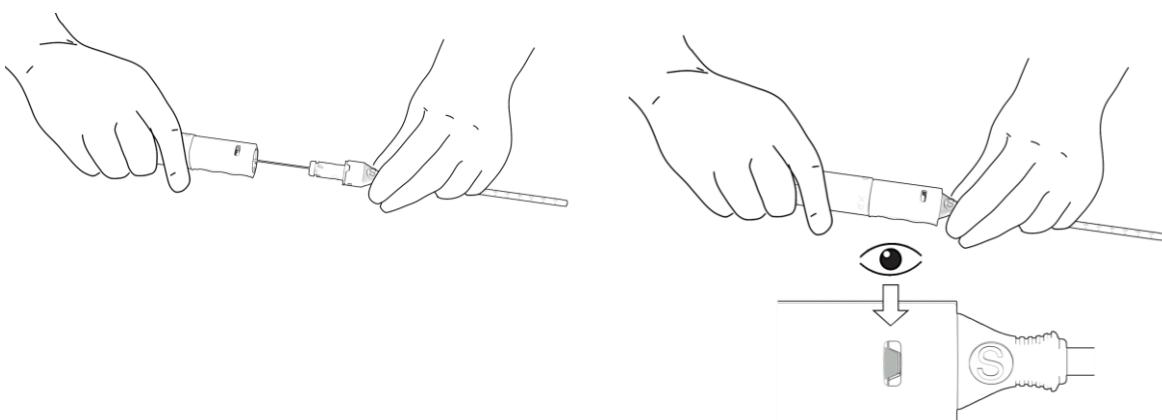

Abbildung 10. Einsetzen des PerQseal®-Gefäßverschlusssystems in die Einführschleuse.
- c. Der Einführschleusenansatz in einer Hand und den Gerätegriff in der anderen Hand halten und den Griff des Gefäßverschlussystems vorsichtig vorschieben. Sicherstellen, dass die Markierungen auf der Einführschleuse und auf dem Griff aufeinander ausgerichtet sind und dass die Ladekanüle/der Einführschleusenansatz (mit einem Klick) am Gerätegriff einrastet. Auf die grüne Markierung im Fenster achten. Damit wird bestätigt, dass der Griff des PerQseal®-Gefäßverschlusssystems erfolgreich verriegelt wurde. Abbildung 10.